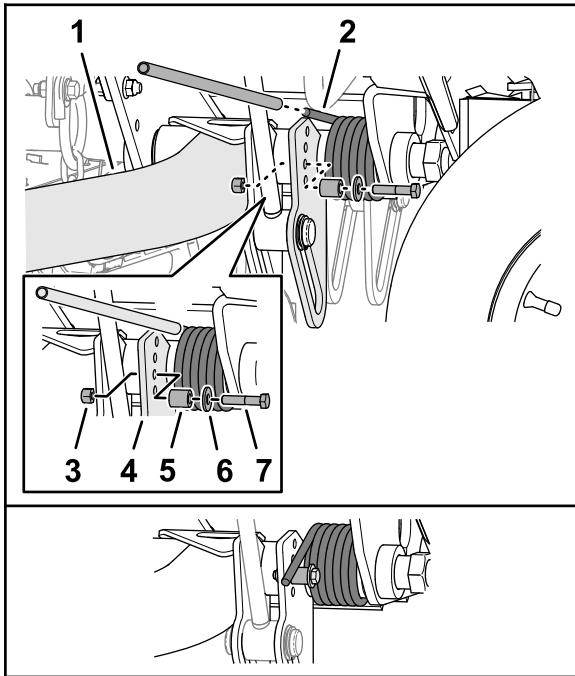

Figura 40
2. Coloque un tubo u otro objeto similar sobre la pata larga del muelle, y levante la pata del muelle para aliviar la presión sobre el espaciador (Figura 40).
3. Sujetando el muelle, retire el perno, la arandela y la contratuercas de la placa de elevación (Figura 40).